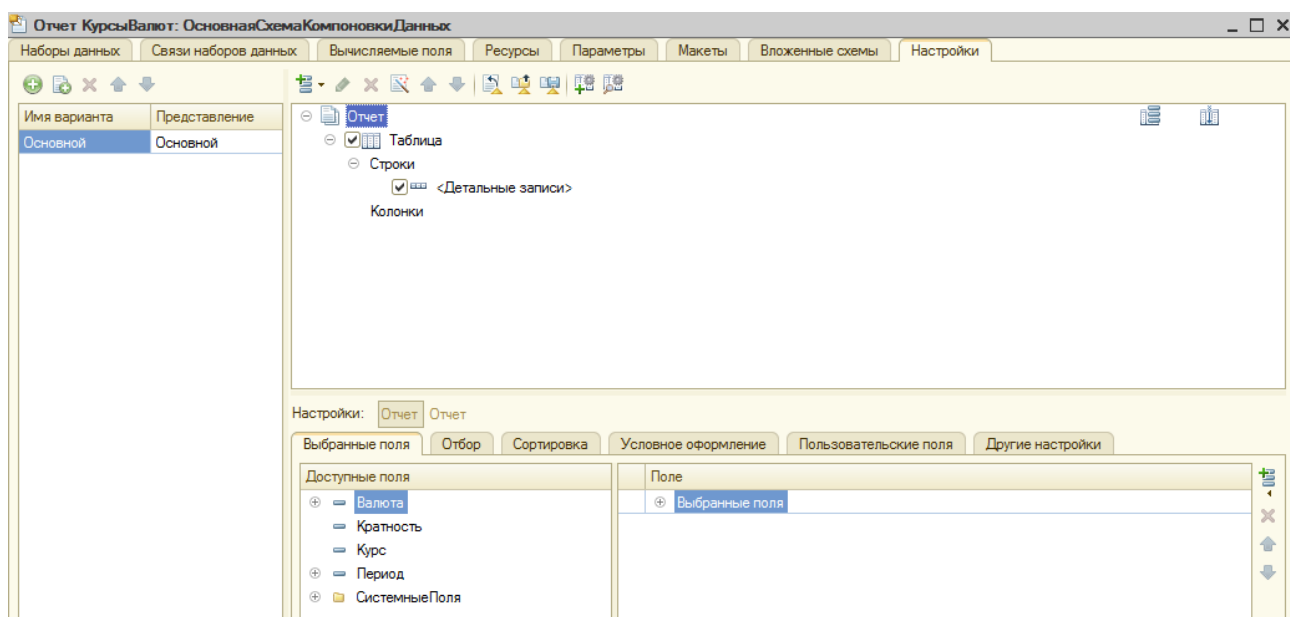

Рисунок 18.6 – Настройки отчета КурсыВалют
11. Выполним настройки отчета (рисунок 18.6):